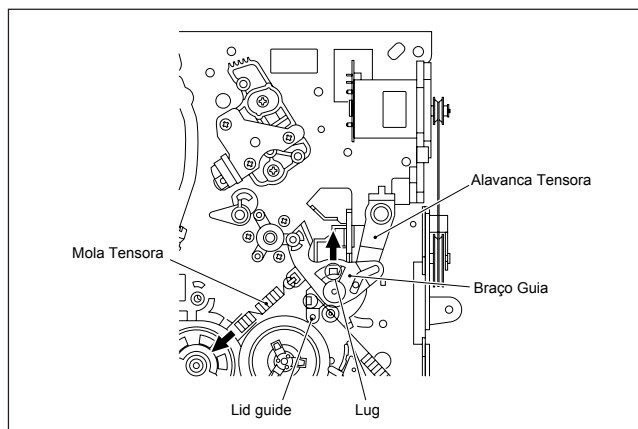

Fig. 2-2-5a
- (1) Remova a mola e abra a trava do guia na direção indicada pela seta. Então remova o braço de guia puxando-o.
- (2) Remova a alavanca tensora puxando-a. (Veja Fig.2-2-5a.)